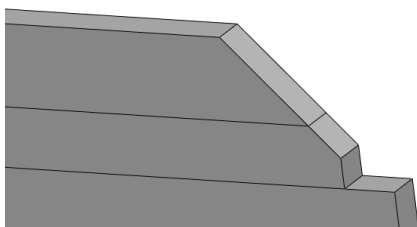

图 13-66 创建拉伸切除特征
(19) 退出草图环境, 弹出【切除-拉伸】属性管理器, 选择【完全贯穿】选项, 单击【确定】按钮, 创建拉伸切除特征, 如图 13-66 所示。